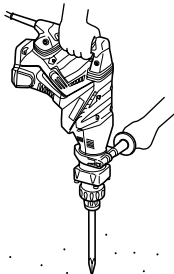

Fig. 5
2. Comment buriner ou démanteler (Figure 5)